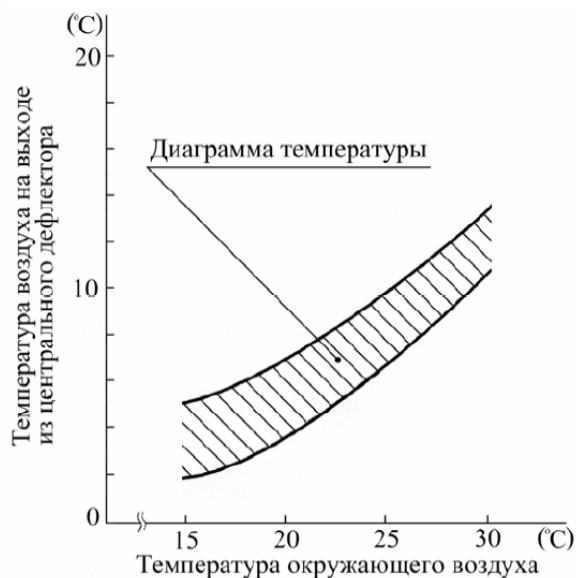

Рис. 8. График зависимости температуры на выходе из центрального дефлектора от температуры окружающего воздуха
- зарегистрировать полученные показания и замерить температуру окружающего воздуха. Точка пересечения показаний температур должна находиться в заштрихованной зоне графика, приведенного на рис. 8. При выходе точки пересечения за пределы заштрихованной зоны графика выполнить диагностику системы кондиционирования согласно раздела 5 данной ТИ. Обнаруженные неисправности устранить.